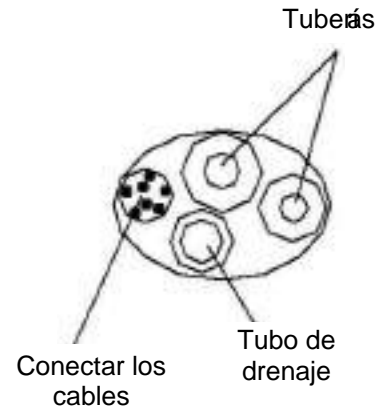

Fig. 6
1. Conectar el tubo trasero a la derecha (similar al tubo inferior a la derecha) (opcional, consulte la Fig. 6)